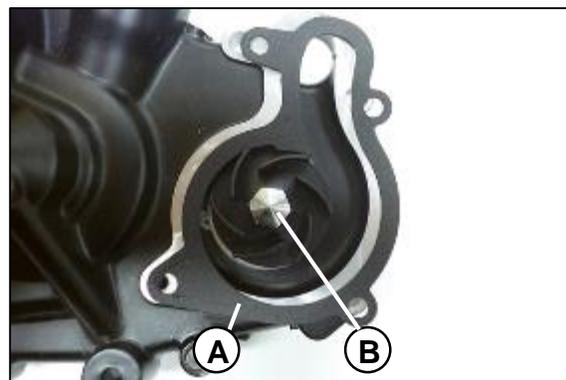

Fig.22
Remueva el empaque de la tapa bomba (A), retire el impeler (B), mientras está bloqueado con el eje de balanceo. **Fig. 22**